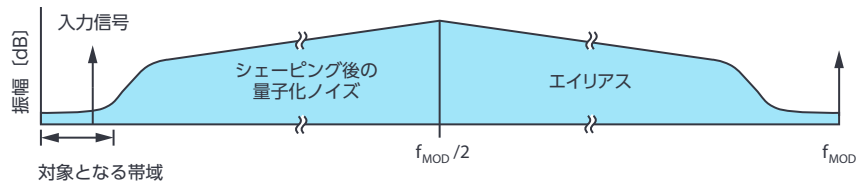

図 3. $\Sigma\Delta$ 変調器によるノイズ・シェーピング
- ▶ 平均化フィルタの伝達関数は、ローパスフィルタ (LPF) 特性を示します。図3に示すように、 $\Sigma\Delta$ 変調器は、量子化ノイズを高周波側にシフトします。そのノイズを除去するためのフィルタ処理が平均化フィルタによって行われます。